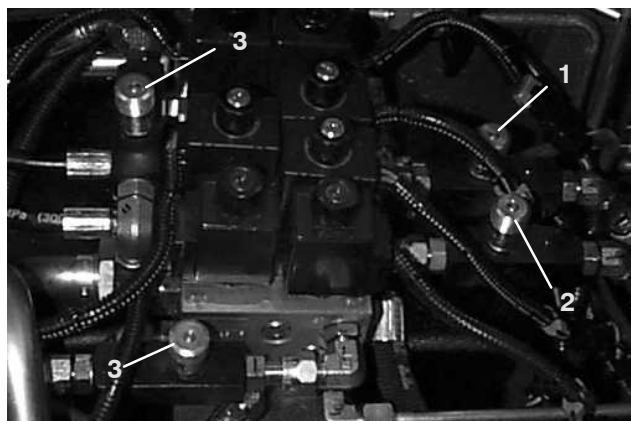

Figure 8
1. Sous le siège, localisez les valves de réglage des plateaux de coupe avant (Fig. 8).
1. Sous le siège, localisez les valves de réglage des plateaux de coupe latéraux (Fig. 8).